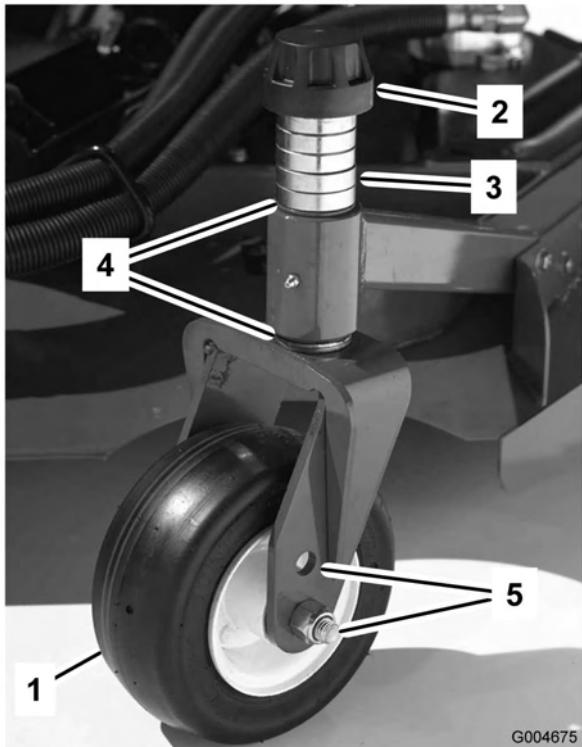
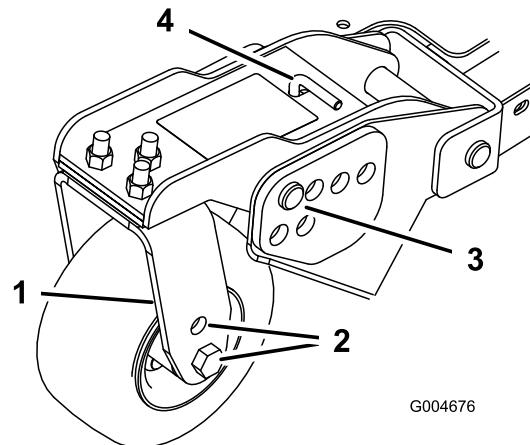
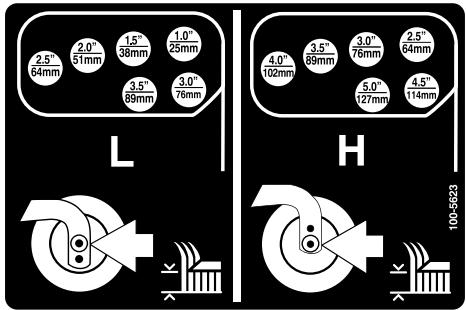

Bild 18
Bild 20
Bild 21
1. Stecken Sie die Laufradachsen in allen Gabeln in die gleichen Löcher (Bild 18 und Bild 20). Siehe die nachstehende Tabelle, um das richtige Loch für die jeweilige Einstellung festzustellen.
2. Entfernen Sie die Spannkappe von der Spindelwelle (Bild 18) und ziehen die Spindel aus dem Laufradarm heraus. Ziehen Sie zwei Beilagscheiben (3 mm) so auf die Spindelwelle, wie sie ursprünglich montiert waren. Diese Beilagscheiben sind erforderlich, um alle Mähwerke über die Breite auf ein Niveau zu bringen. Ziehen Sie die erforderliche Anzahl von 12-mm-Distanzstücken (siehe die nachstehende Tabelle) auf die Spindelwelle, um die gewünschte Schnitthöhe herbeizuführen; ziehen Sie dann die Scheibe auf die Welle auf.
4. Entfernen Sie den Splint und den Lastösenbolzen von den Laufradgelenkkarmen (Bild 20).
5. Drehen Sie die Spannstange, um den Gelenkarm anzuheben oder abzusenken, bis die Löcher mit den ausgewählten Löchern in der Schnitthöhenhalterung im Mähwerkrahmen ausgerichtet sind (Bild 20 und Bild 21).